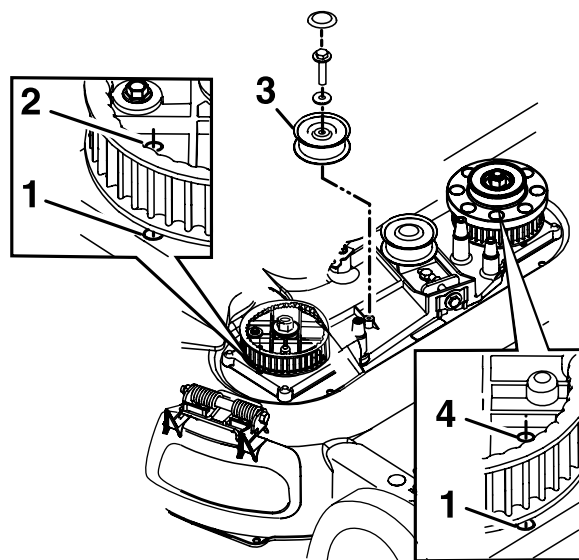

Bild 43
8. Entfernen Sie die fixierte Spannscheibe und die Befestigungen (Bild 43).
10. Fluchten Sie die Löcher in den rechten und linken Kettenrädern mit den Löchern im Gehäuse aus, wie in Bild 43 abgebildet.